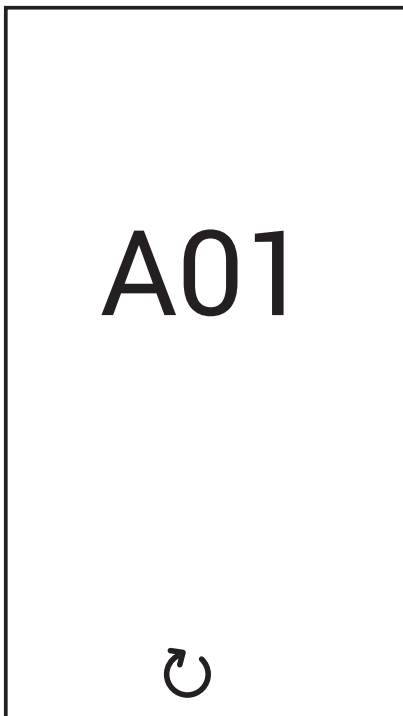

Рис. 5
**Неисправность типа А** (рис. 5): для сброса этой неисправности требуется нажать кнопку  примерно на 5 секунд, а затем подтвердить нажатием на кнопку .